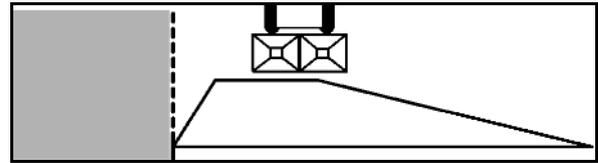

Fig. 78
- La valeur de réglage doit être relevée sur le tableau d'épandage (Fig. 78).